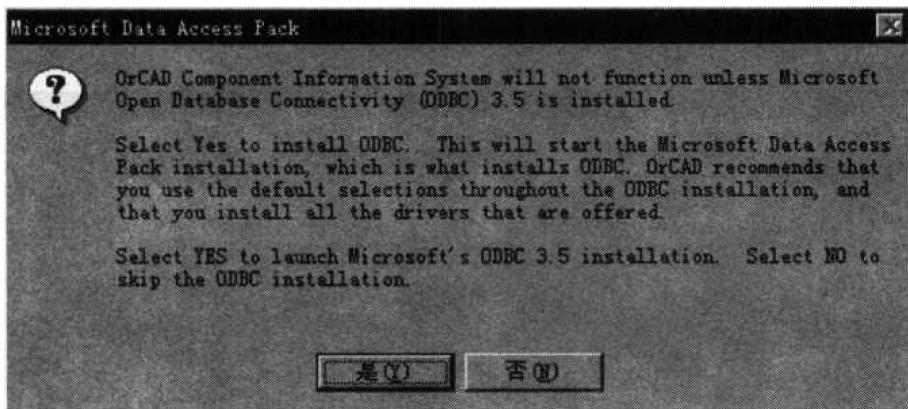

图 1-6 是否装入 ODBC
(7) 出现是否装入 ODBC 的信息，如图 1-6 所示。Capture CIS 要求安装两个附加块：_ODBC 和 _DCOM95。用户若没有可点击“是”。